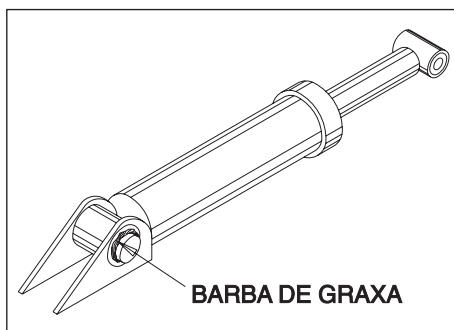

Fig. 34
- não retire a nova barba de graxa já que ela constitui um protetor contra terra (Fig. 34).